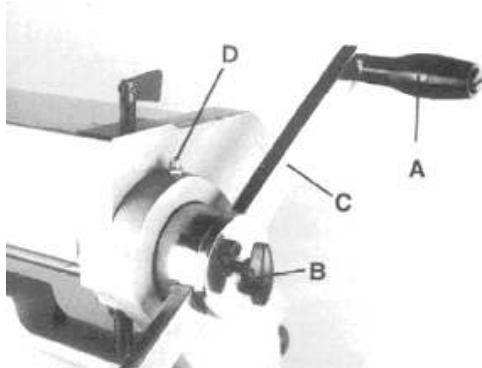

Рис. 1
7. Снимите одну ручку (A, Рис.1) с блока рукоятки.
8. Ослабьте барацковый винт (B, Рис.1).
9. Вставьте стержень (C, Рис.1) во втулку и затяните крепление (Рис. 1) на месте.
10. Поставьте обратно ручку (B, Рис.1).
1. Смазывайте через ниппели наверху левой и правой сторон рамы при помощи шприца с консистентной смазкой раз в месяц (D, Рис.1).